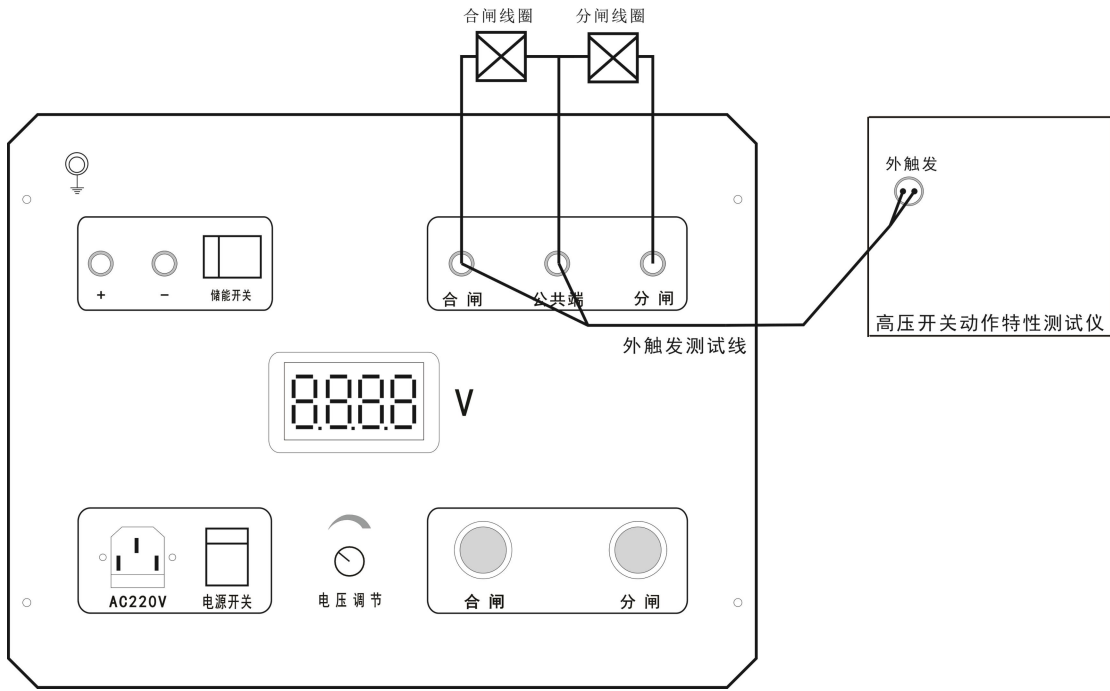

图 3
5.3 用作高压开关测试仪输出电源，做合闸试验时，接线方法如图 3 所示，本机的合闸、分闸、公共端分别对应接在高压开关上，然后将高压开关两根外触发测试线分别接在本机的合闸与公共端上，高压开关测试仪触发方式设置为外触发，具体操作参考高压开关测试仪说明书。